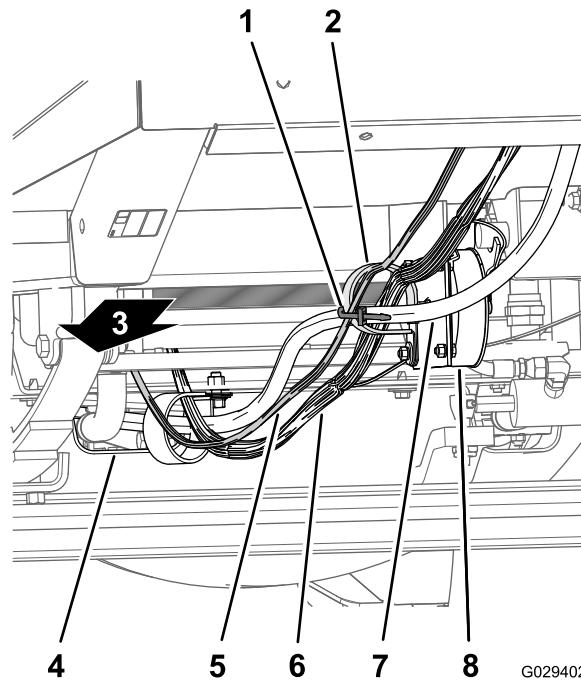
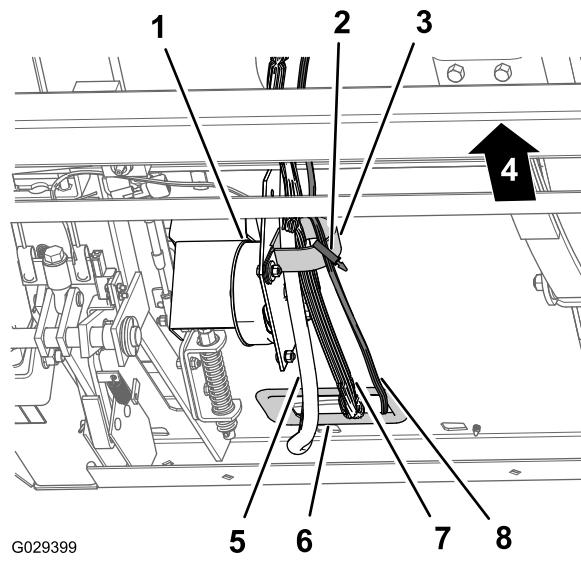

Bild 12
Bild 13
2. Verlegen Sie den Armaturenbrettzweig (240 cm) des Kabelbaums zur R-Klemme an der Fahrgeschwindigkeitsregulierungsspule (Bild 12 und Bild 13).